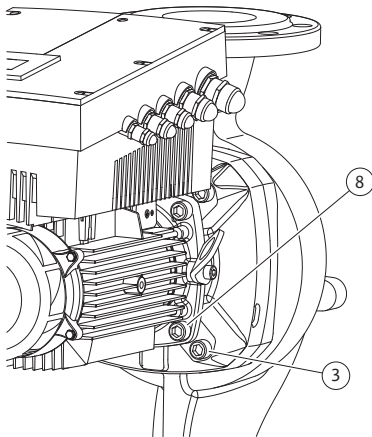

Fig. 47: fijación opcional del juego de introducción
16. Según el tipo de bomba, afloje los tornillos (Fig. 7, pos. 10) o los tornillos (Fig. 47, pos. 8).
22. Desplace la linterna cuidadosamente por el eje y colóquela en la posición anterior, o en una nueva posición deseada en ángulo con respecto a la brida del motor. Al hacerlo, observe las posiciones de montaje admisibles de los componentes (véase el capítulo 7.1 "Posiciones de montaje admisibles y modificación de la disposición de los componentes antes de la instalación" en la página 19). Fije la linterna a la brida del motor con los tornillos (Fig. 7, pos. 10) o, en el caso de los tipos de bomba/linterna (Fig. 47), con los tornillos (Fig. 47, pos. 8).